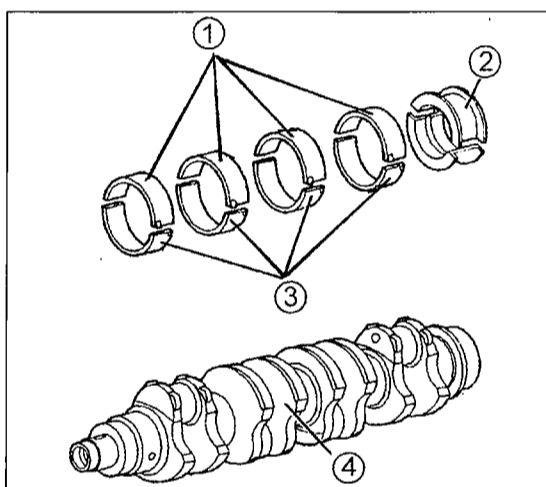

Bild 105
2.5/2.8-Liter-Motors sind in Bild 105 gezeigt. Bei der Welle eines 2.0-Liter-HDi-Motors sieht es ähnlich aus, mit dem Unterschied, dass anstelle der geflanschten Lagerschalen am Lager Nr. 2 Halbscheiben zur Aufnahme des Axialspiels eingebaut sind. Das Axialspiel der Kurbelwelle wird durch die Anlaufhalbschalen an einem der Kurbelwellenlager reguliert.
abgenutzt). Bei den anderen Motoren wird das Axialspiel durch den Einbau der geflanschten Lagerschalen (2) in Bild 105 reguliert.